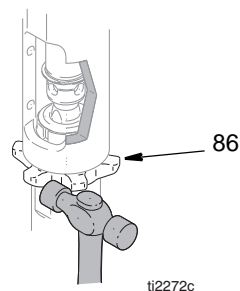

FIG. 9
5. (Fig. 9). Løsne sikringsmutteren (86). Skru løs pumpen (111).